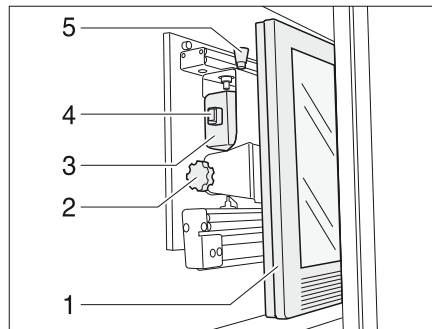

Bild 136 TV-skåp
- Tryck på låsknappen (Bild 136,5) och drag, med handtaget (Bild 136,4), fram fästet för den platta bildskärmen till stoppläget.
- Drag ut låsknappen (Bild 136,1) och vrid den platta bildskärmen (Bild 136,2) till önskat läge.
- Lossa den räfflade skruven (Bild 136,3).